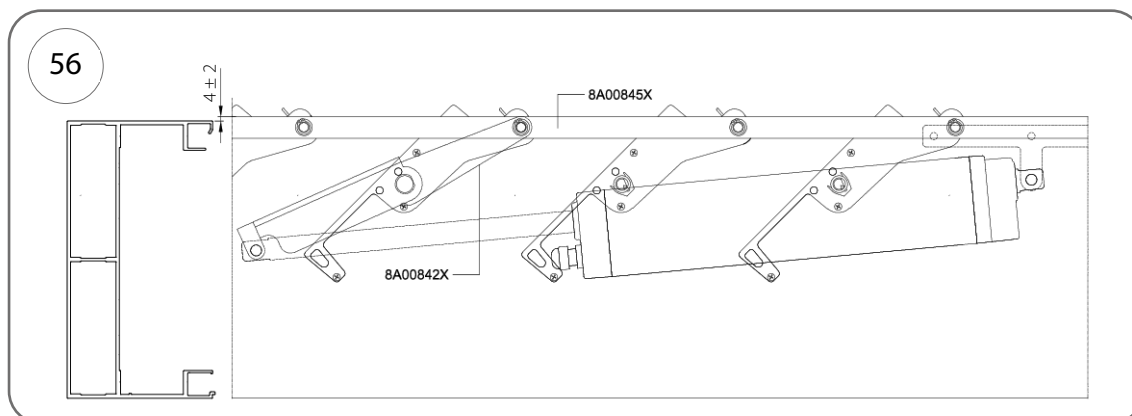

Fig. 56
2. Setați poziția capătului deschis conform Fig. 56.